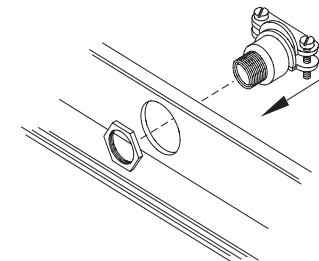

Figure 6
3. If using romex strain relief bushing, leave screws loose to accommodate installation of romex. Position hex nut inside channel over hole from knockout, and thread bushing assembly into hex nut until snug. Continue to thread bushing assembly until screw heads are facing downward. **See Figure 6.**
3. Si une bague anti-traction pour câble romex est utilisée, ne pas serrer les vis afin de permettre l'installation du romex. Placer l'écrou à six pans à l'intérieur du boîtier sur le trou de la débouchure puis visser la traversée dans l'écrou jusqu'à ce que bien solide. Continuer à visser jusqu'à ce que la tête des vis soit face vers le bas. **Voir la Figure 6.**